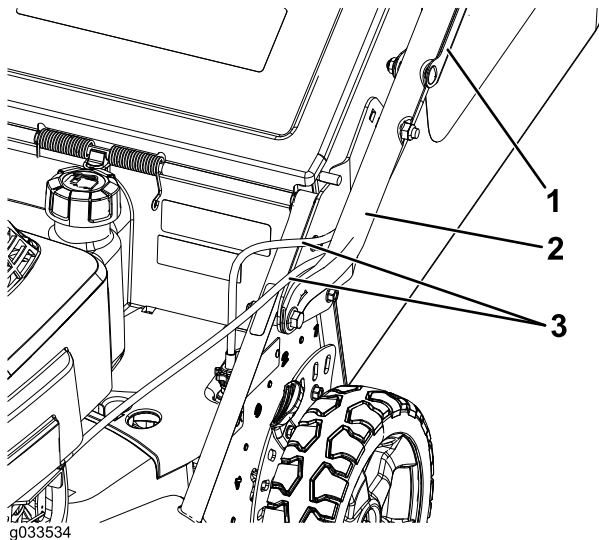

Bild 4
4. Verlegen Sie die Steuerkabel zwischen dem Mähwerk und dem Holm, damit sie nicht beschädigt werden (**Bild 4**).